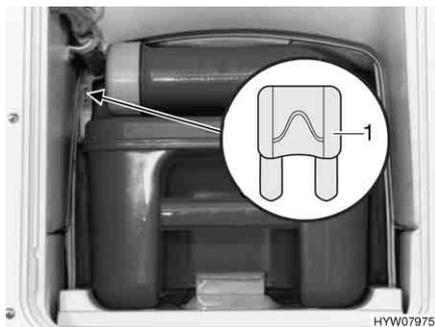

Fig. 165 Fusível da sanita Thetford
- Troque o fusível (Fig. 165,1).